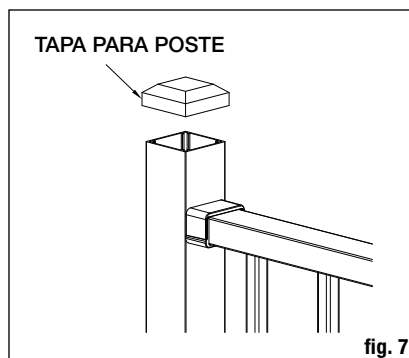

fig. 7
Paso 9: Coloque las tapas para poste en cada poste. Golpéelas suavemente con un martillo de caucho hasta fijarlas (**fig. 7**).